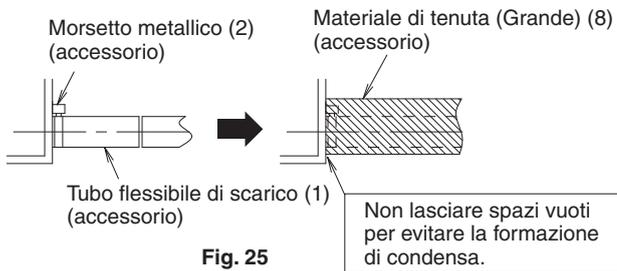
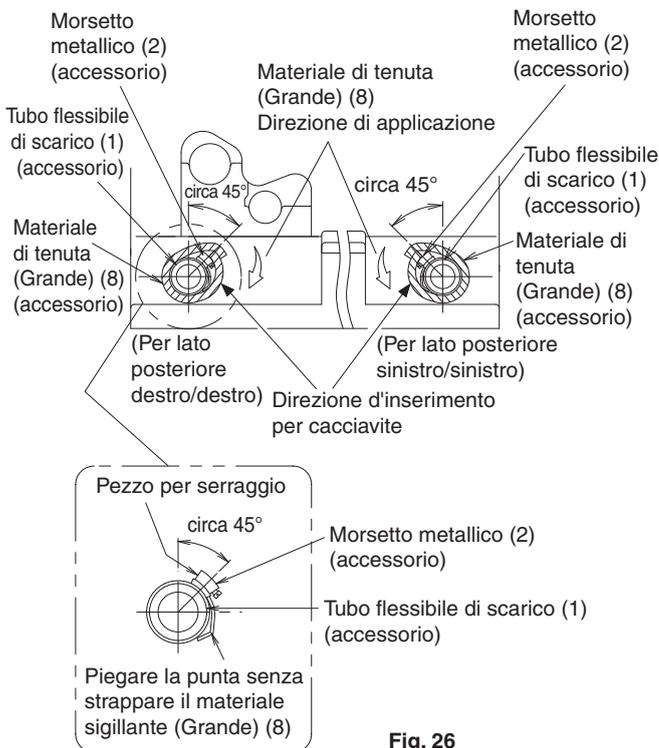

Fig. 25
Fig. 26
(Fare riferimento alla Fig. 25 e alla Fig. 26)
(Installare la fascetta (2) in modo tale che il componente di serraggio si trovi in un'ampiezza di circa 45°, come illustrato in **Fig. 26**.)
- Curvare l'estremità del morsetto metallico (2) in modo tale che il materiale di tenuta non si gonfi. **(Fare riferimento alla Fig. 26)**
- Durante l'esecuzione delle operazioni di isolamento, avvolgere il materiale di tenuta grande (Grande) (8) fornito, iniziando dalla base della fascetta (2) e dal tubo flessibile di scarico (1) nella direzione della freccia. **(Fare riferimento alla Fig. 25 e alla Fig. 26)**